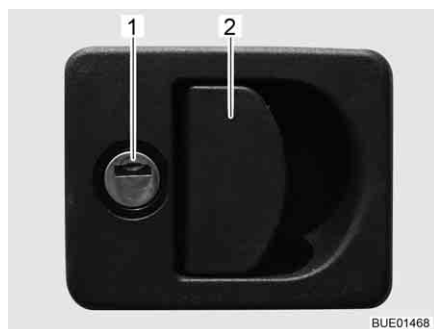

Fig. 33 Serrure du portillon avec poignée
- Insérer la clé dans le barillet (Fig. 33,1) et la tourner d'un quart de tour. La serrure du portillon est déverrouillée.
- Tirer sur la poignée de la serrure (Fig. 33,2). Le portillon extérieur est ouvert.